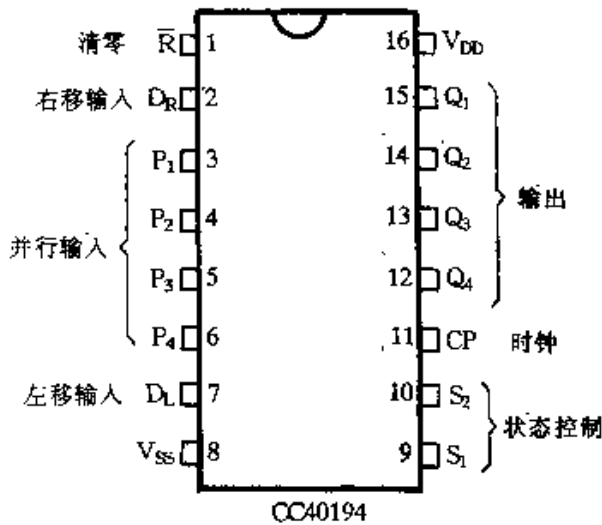

图 2-389
⑰ 图 2-389 所示为四位双向通用移位寄存器 CC40194 引脚功能图。CC40194 功能齐全, 既可以右移, 也可以左移; 既可